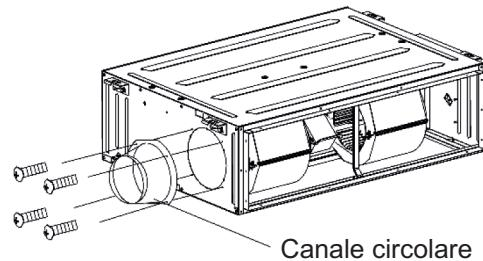

Fig. 4.4.7
- (2) Installare la flangia circolare, in modo che il canale dell'aria di rinnovo possa essere collegato, come mostrato in Fig. 4.4.7.
- (3) La tenuta e l'isolamento termico devono essere realizzati sia sul tubo dell'aria che sul tubo con la flangia circolare.
- (4) L'aria di rinnovo deve essere trattata tramite il filtro dell'aria.